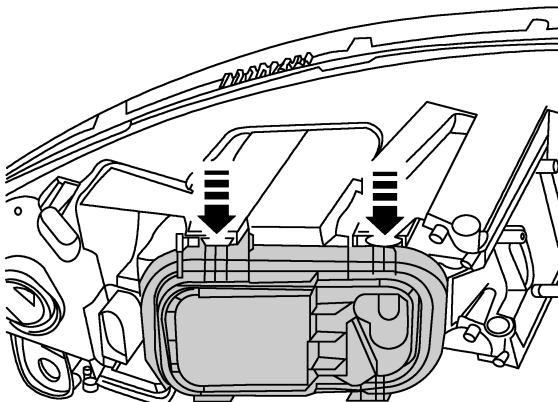

图 11-1-10 脱开固定凸耳
(1) 如图 11-1-10 箭头所示, 脱开固定凸耳, 并从前照灯外壳上拆下外壳盖。
(1) 如图 11-1-10 所示，脱开固定凸耳，并从前照灯外壳上拆下外壳盖。
(1) 如图 11-1-10 箭头所示，脱开固定凸耳，并从前照灯外壳上拆下外壳盖。